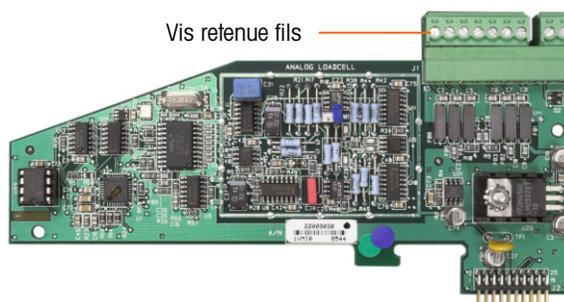
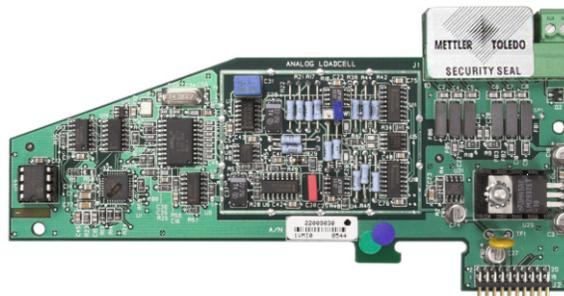

Figure A-114 : Connexions de la carte d'option non protégée
Figure A-115 : Sceau de sécurité installé
3. Pour protéger le(s) câble(s) d'interconnexion du capteur (connecté(s) aux cartes d'options), un sceau de sécurité doit être placé sur chaque connecteur pour éviter qu'ils ne soient enlevés ou déconnectés. Le sceau empêche également l'accès aux vis de fixation des fils (voir la Figure A-114). La Figure A-115 montre un sceau en place.